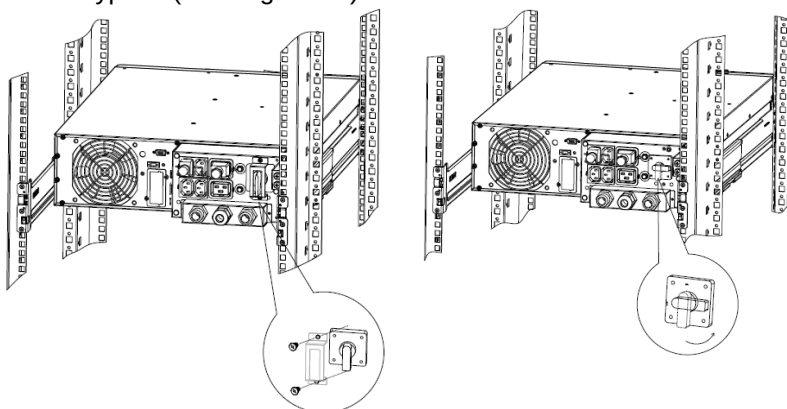

Figura 34: Smontaggio del sistema XANTO S 6000, 1/3
1. Rimuovere il coprifusibile dal bypass di manutenzione; a tal fine allentare 2 viti. Commutare il bypass di manutenzione su Bypass (vedi Figura 34).